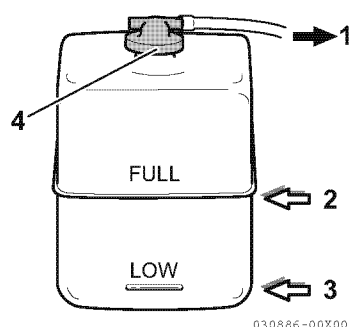

Figure 12
- Controllare il livello del refrigerante nella vaschetta di recupero. Il livello deve essere sulla tacca PIENO (**Figure 12, (2)**). Se necessario, aggiungere altro liquido.
- Rimuovere il tappo della vaschetta di recupero (**Figure 12, (4)**) per aggiungere del refrigerante, se necessario. Non aggiungere acqua.
- Controllare il tubo in gomma (**Figure 12, (1)**) che collega la vaschetta di recupero al serbatoio del refrigerante / scambiatore di calore. In caso di danni, procedere con la sostituzione.